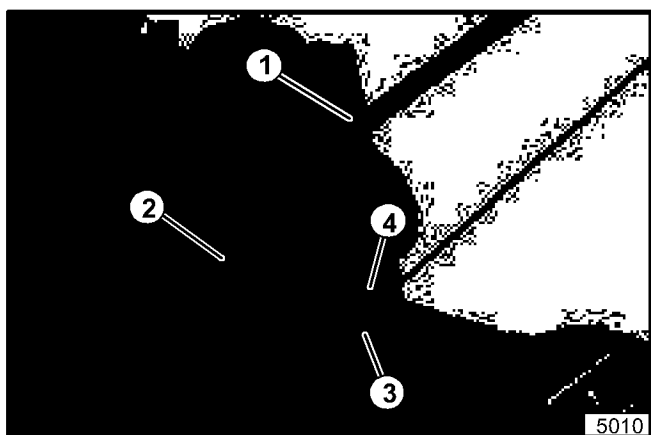

Figure 7. Installation de la commande d'embrayage
- 13. Attacher la tige de la commande d'embrayage à l'ensemble de poulie-guide de courroie d'entraînement en utilisant une goupille à étrier, une rondelle et une goupille à étrier (voir la figure 7).
- 14. Accrocher l'étrier du câble de l'embrayage à la gâchette de poulie-guide de courroie de porte-lames (voir la figure 7).